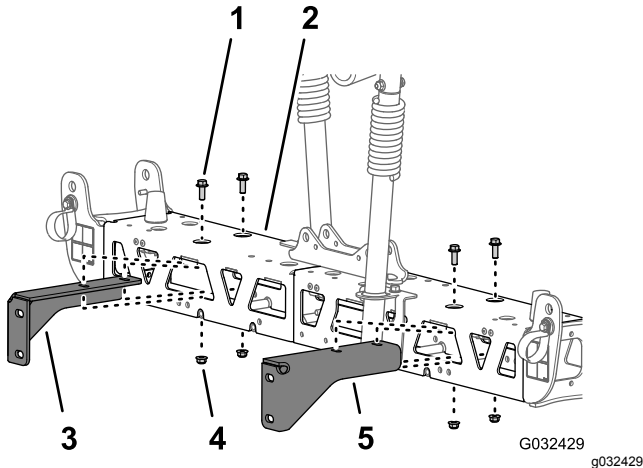

Figura 51
2. Retire los 2 pernos con arandela prensada ($\frac{3}{8}$ " x 1") y las 2 contratuercas con arandela prensada ($\frac{3}{8}$ ") que sujetan el soporte a la sección de fumigación central, y retire el soporte (Figura 51).
3. Retire los 2 pernos con arandela prensada ($\frac{3}{8}$ " x 1") y las 2 contratuercas con arandela prensada ($\frac{3}{8}$ ") que sujetan el otro soporte a la sección de fumigación central, y retire el soporte (Figura 51).